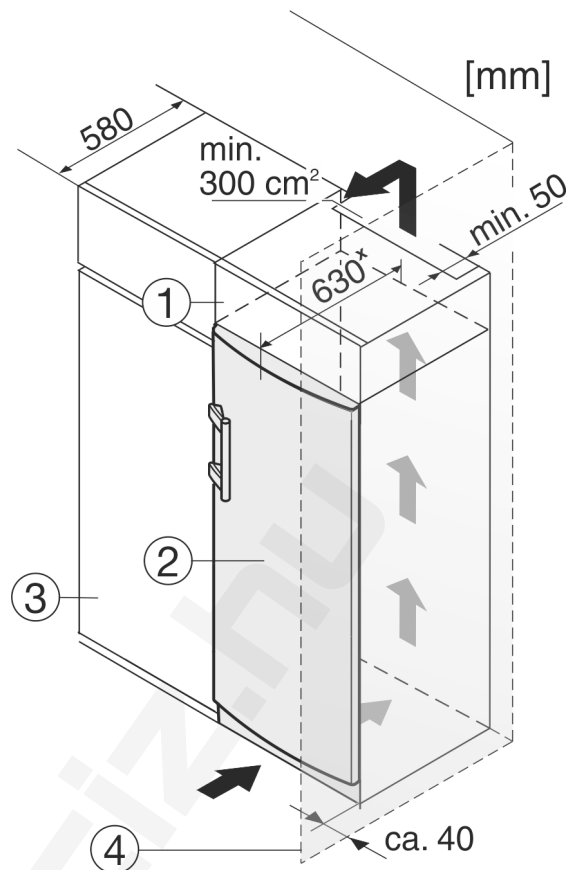

Fig. 12
A készüléket körbe lehet építeni konyhaszekrényekkel. Rá lehet szerelni Fig. 12 (2) egy rátétsekrényt, hogy a készüléket a konyhabútorok magasságához Fig. 12 (1) igazítsa.
Ha (max. 580 mm mélységű) konyhaszekrényekkel építi körül, akkor a berendezést közvetlenül a konyhaszekrény Fig. 12 (3) mellett is felállíthatja. A készülék oldalirányban 34 mm^x, a közepétől pedig 50 mm^x távolságban nyúlik túl a konyhaszekrény előlapjához képest.
Mikor a berendezést a csuklópántokkal egy fal Fig. 12 (4) mellett állítja fel, akkor a berendezés és a fal közti távolság legalább 40 mm legyen. Ez nyitott ajtó esetén megfelel a fogantyú túlnyúlásának.